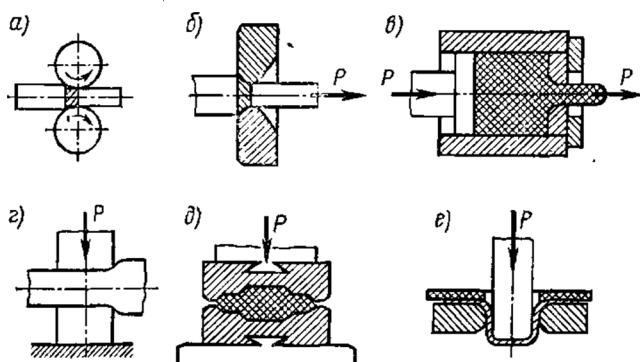

Рисунок 1 - Схемы основных способов обработки металлов давлением:
3. Составить конспект лекции. Обязательно изобразить рисунок 1 - Схемы основных способов обработки металлов давлением